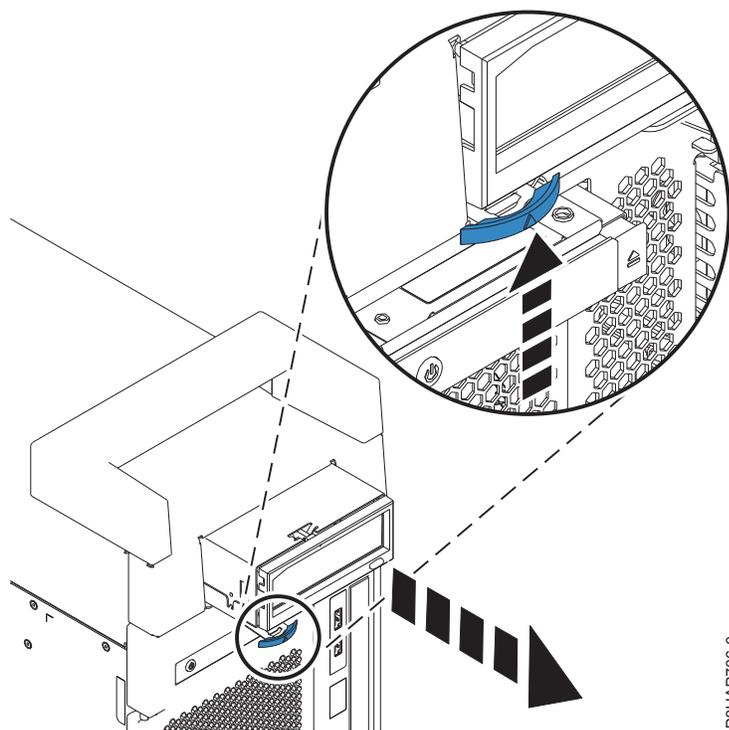

Figura 61. Remover uma base de acoplamento interna RDX
2. Deslize o dispositivo para fora do sistema nessa direcção apresentada até que os cabos de alimentação e de USB estejam visíveis. Consulte o tópico Figura 61.